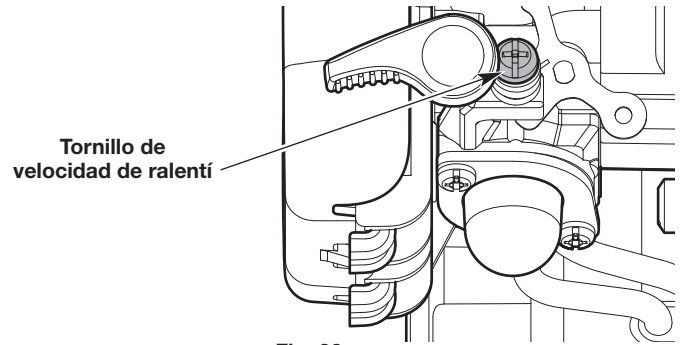

Fig. 22
- Si el motor se para, aumente la velocidad de ralentí. Use un destornillador Phillips pequeño para girar el tornillo de velocidad de ralentí en el sentido de las agujas del reloj, 1/8 de giro cada vez hasta que el motor funciona al ralentí de manera uniforme (Fig. 22).
- Si el cadena de sierra gira cuando el motor funciona al ralentí, reduzca la velocidad de ralentí. Gire el tornillo de velocidad de ralentí en el sentido contrario de las agujas del reloj, 1/8 de giro cada vez, hasta que se detenga el cadena de sierra (Fig. 22).